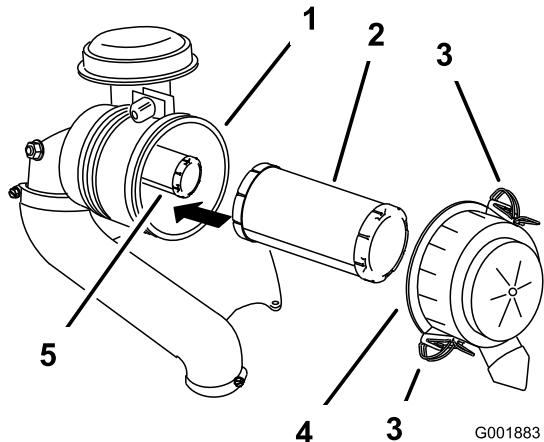

Figura 40
3. Liberte os trincos do filtro de ar e empurre a cobertura do filtro de ar para fora do corpo do filtro (Figura 40).
5. Empurre suavemente o filtro primário para fora do corpo do filtro de ar (Figura 40).
2. Se substituir o filtro interior, empurre-o com cuidado para o corpo do filtro (Figura 40).
- Empurre com cuidado o filtro principal sobre o filtro de segurança (Figura 40).
- Monte a cobertura do filtro de ar e fixe os trincos (Figura 40).